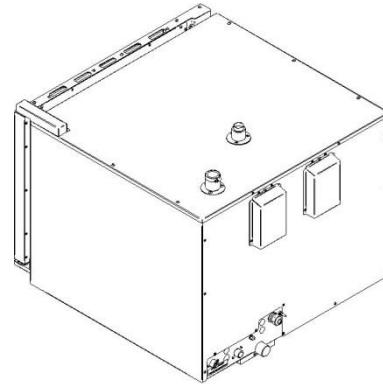

Рис. 8
12. Установить и закрепить рукава (патрубки) с хомутами на трубы конвекционной печи (см. Рис. 8).